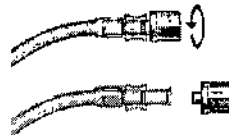

Fig 6. Cómo retirar el tapón Luer-Lock de plástico
6. Retire el tapón Luer-Lock de plástico del extremo más lejano del tubo del cassette del calentador (el más cercano al carril guía) girando el tapón en *sentido contrario a las agujas del reloj*, tal y como se muestra en la Fig. 6.